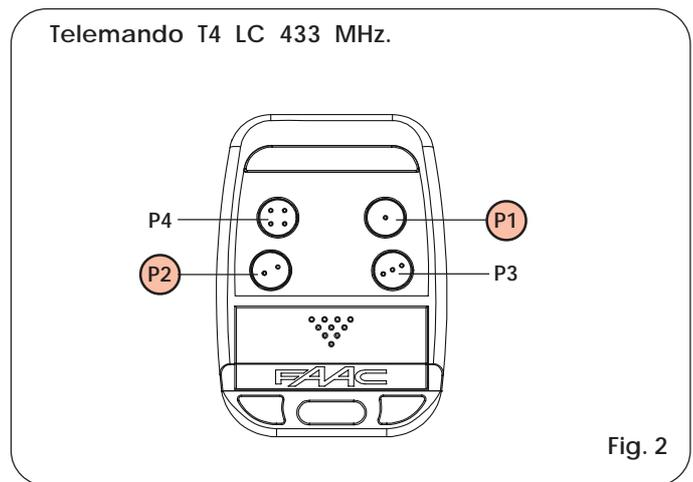

Fig. 2
- 1) Presione y mantenga siempre presionados los pulsadores P1 y P2 del telemando (Fig.2).